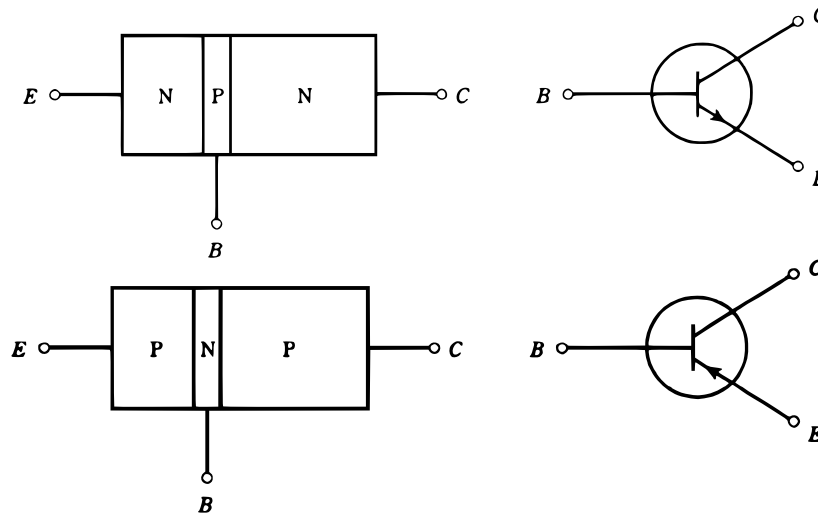

Figura 1: Esquema de los transistores de juntura NPN (arriba) y PNP (abajo), junto con su representación en electrónica.
Los **transistores BJT** se construyen a partir de tres capas de material semiconductor dopadas, llamadas *Emisor* (E), *Base* (B) y *Colector* (C), en ese orden y cada una conectada a una de las tres terminales del transistor. La base es una capa más delgada que se dopa de forma que tenga un exceso de portadores de signo opuesto al de las otras dos, dando lugar a dos clases de transistores BJT: NPN y PNP, las cuales tienen la base dopada P y N, respectivamente (ver Figura 1). En ambos casos, las dos junturas PN (o NP) entre la Base y el Emisor (BE) y entre la base y el colector (BC) pueden pensarse como dos diodos (ver Figura 1). Recordemos que cada juntura tiene carga neta cero, pero cuando se polariza adecuadamente, los huecos de la capa p saltan a la capa n y los electrones de la capa n saltan a la capa p, generando cargas libres en ambas capas que permiten la circulación de corriente a través de la juntura.